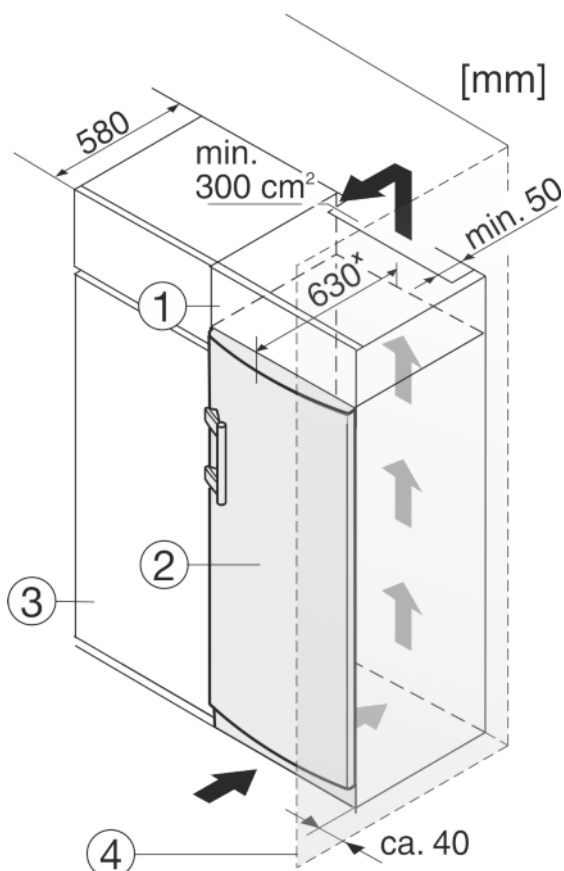

Fig. 12
- (1) Дополнительный шкафчик
- (2) Устройство
- (3) Кухонный шкаф
- (4) Стенка
Устройство может быть окружено кухонными шкафами. Чтобы уравнивать устройство Fig. 12 (2) по высоте с кухонной стенкой, можно установить над устройством дополнительный шкафчик Fig. 12 (1).
При комбинировании с кухонными шкафами (глубина макс. 580 мм) устройство можно установить непосредственно рядом с кухонным шкафом Fig. 12 (3). Устройство выступает сбоку на 34 мм * и по центру на 50 мм * относительно передней стенки кухонного шкафа.
Если устройство установлено на шарнирах у стены Fig. 12 (4), то расстояние между устройством и стеной должно быть не менее 40 мм. Настолько выступает ручка при открытой двери.